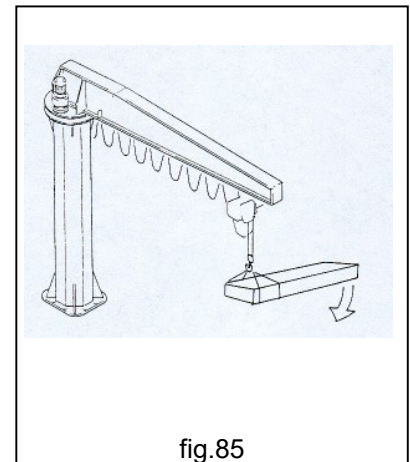

fig.85
- **NUNCA** levante cargas desequilibradas (fig.85).